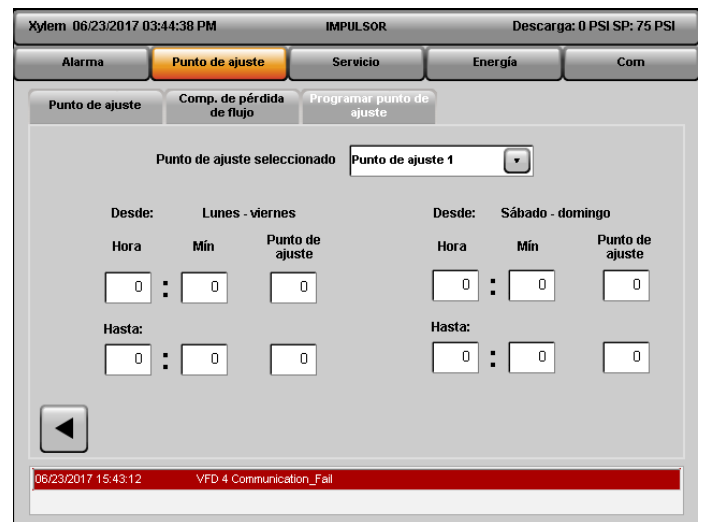

Figura 5.4.4: Página de punto de ajuste programado
- **Programar punto de ajuste:** cuando se selecciona Programar punto de ajuste como opción del punto de ajuste de control, el punto de ajuste se considera desde el valor del punto de ajuste ingresado en la página del punto de ajuste programado, tal como se muestra en la Figura 5.4.4.
Cuando se selecciona Programar punto de ajuste como opción del punto de ajuste de control, el punto de ajuste se considera desde el valor del punto de ajuste ingresado en la página del punto de ajuste programado, tal como se muestra en la Figura 5.4.4.